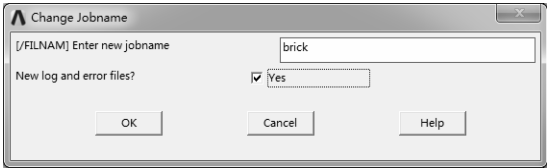

图 8-79 “Change Jobname”对话框
- 1) 选择“Utility Menu>File>Change Jobname”命令, 弹出“Change Jobname”对话框, 修改工程名称为“brick”, 如图 8-79 所示。单击“OK”按钮完成修改。